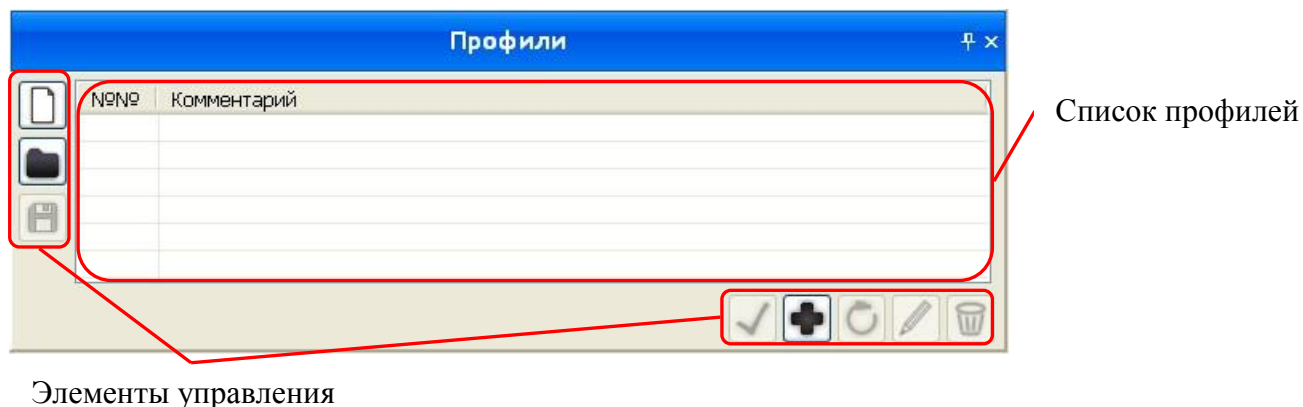

Рисунок 6.18 – Вкладка «Профили»
6.7.1 «Профили» – вкладка панели «Параметры прибора» (рисунок 6.18).
6.7.3.1 Вкладка «Профили» (рисунок 6.18) состоит из элементов управления и списка профилей. Элементами управления производится сохранение, редактирование и загрузка списков профилей и его отдельных элементов (таблица 6.8). В списке профилей прописаны порядковый номер и комментарий. При наведении курсора мыши на номер или комментарий профиля появляется подсказка с параметрами Г7М, записанными в данном профиле.